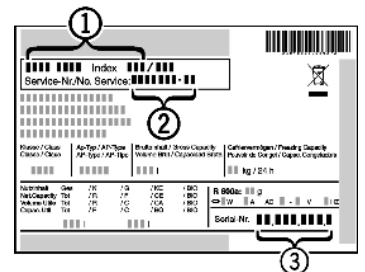

Fig. 36
- ▶ Denominación del aparato Fig. 36 (1), nº del servicio técnico Fig. 36 (2) y nº de serie Fig. 36 (3) en la placa de identificación. La placa de identificación se encuentra en la parte interior izquierda del aparato.
- ▶ Informe al servicio postventa e indique el fallo, la denominación del aparato Fig. 36 (1), el nº del servicio técnico Fig. 36 (2) y el nº de serie Fig. 36 (3).